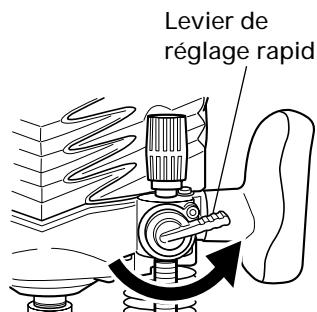
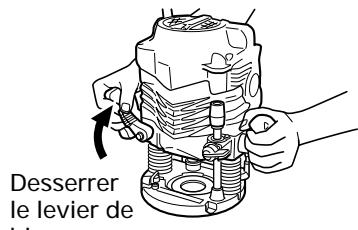

Fig. 4
Fig. 5
- (2) Tournez le levier de réglage rapide dans le sens contraire des aiguilles d'une montre jusqu'à ce que celui-ci s'arrête. (Fig. 4)
- (3) Tournez le bloc d'arrêt de façon à ce que la section à laquelle la vis de réglage de la profondeur de coupe sur le bloc d'arrêt n'est pas attachée vienne se situer en dessous de la colonne d'arrêt. Desserrez le bouton d'arrêt de colonne en laissant la colonne d'arrêt être en contact avec le bloc d'arrêt.
- (4) Desserrez le levier de blocage et appuyez sur le corps de l'outil jusqu'à ce que le couteau touche la surface plate. Resserrez le levier d'arrêt à ce moment là. (Fig. 5)
- (5) Resserrez le bouton d'arrêt de colonne. Alignez l'indicateur de profondeur avec la graduation "0" de l'échelle.
- (6) Desserrez le bouton d'arrêt de colle et elevez-le jusqu'à ce que l'indicateur soit aligné avec la graduation représentant la profondeur de coupe souhaitée. Resserrez le bouton d'arrêt de colonne.
- (7) Desserrez le levier d'arrêt et appuyez sur le corps de l'outil jusqu'au bloc d'arrêt pour obtenir la profondeur de coupe souhaitée.